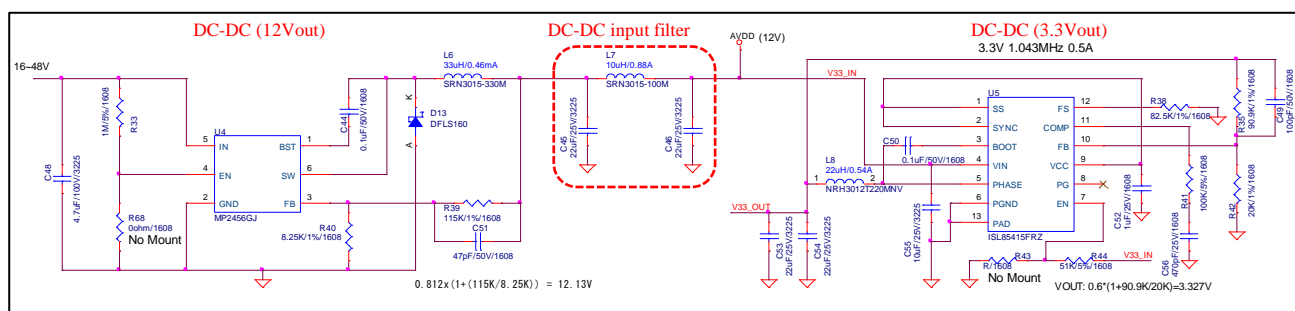

Figure 4-2 DC-DC 電源回路例
- Figure 4-2 に DC 供給電圧 16V~48V から MP2456GJ 及び ISL85415 を用いて 12V 及び 3.3V を生成する DC-DC 電源回路の回路例を示します。